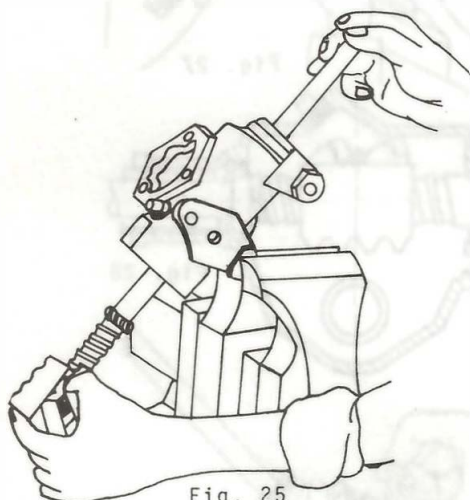

Fig. 25
- b. Introduzca el conjunto de la tuerca deslizante sin fin y eje en la funda de la dirección y la caja (fig. 25).